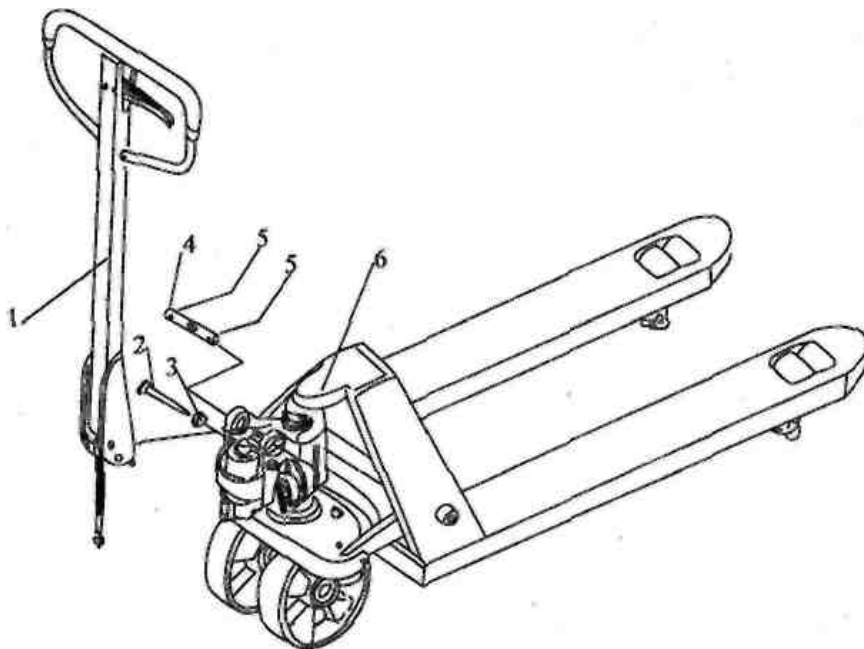

Fig. 1
- 2.2 Відкрутіть гайку (3), потім натисніть рукоятку (1) вниз і вилучіть болт (2). (Див Fig. 1).